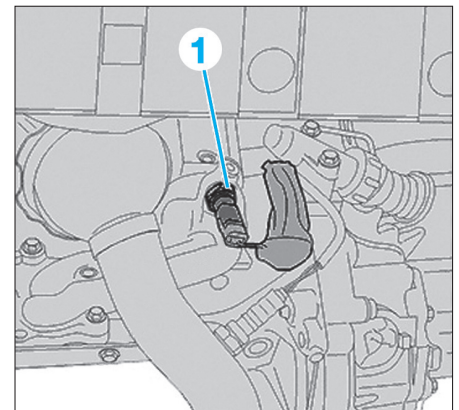

Fig. 17
- Débrancher le connecteur du manométrique de pression d'huile (1) (Fig.17).